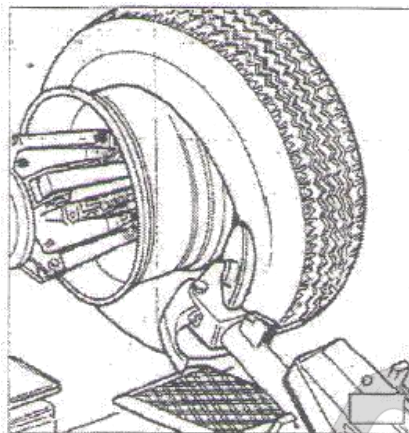

Рис. 7.5
- 1) Если данная процедура не представляет сложности, то после разборки можно воспользоваться диском отрыва борта и установить его напротив внутренней плоскости шины. Снять шину с обеих сторон колесного диска (см. рис. 7.5).